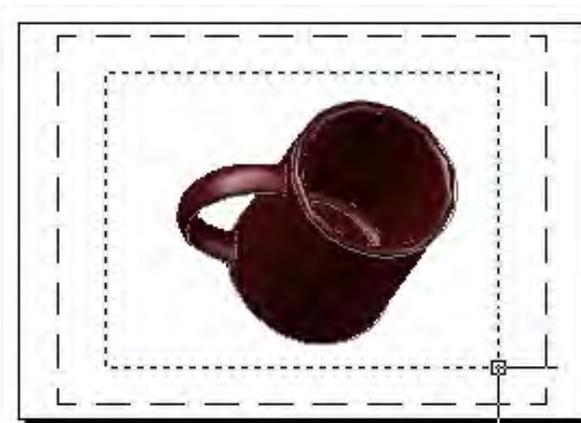

Рис. 81. Вид листа с одним видовым экраном
4. Подготовить чертеж к печати. При переходе в пространство листа появится то, что изображено на рис. 81. Наружная пунктирная рамка показывает область печати. Внутренний пунктир — это границы видового экрана. Нужно показать три проекции и установить штамп.